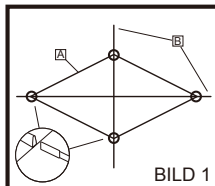

BILD 1
2. Trä in stängerna helt och hållet in i kanalerna. (BILD 1)